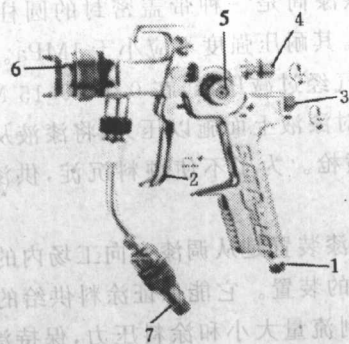

图 1.1-4 SATA jet/k 型喷枪
(3)压送式喷枪 主要用于大批量、大面积喷涂的场合,并需有专用的贮漆、供漆系统与之配套使用,如进口 SATA jet/k 型,如图 1.1-4 所示。